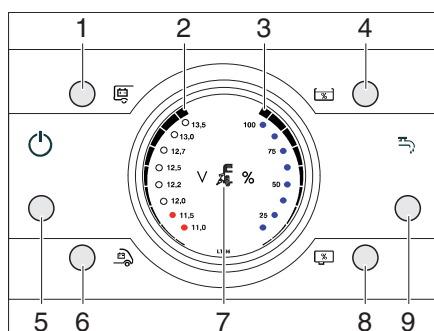

Fig. 261 Pannello di controllo LT 96
La spia di controllo 230 V (Fig. 261,7) si accende quando all'ingresso della centralina elettrica è presente una tensione di rete.
L'interruttore principale 12 V (Fig. 261,1) inserisce o disinserisce il pannello di controllo e l'alimentazione a 12 V dell'abitacolo.
Accensione: ■ Premere brevemente il tasto interruttore principale 12 V (Fig. 261,1). L'alimentazione a 12 V dell'abitacolo è inserita. Il LED di controllo si accende.
Spegnimento: ■ Premere brevemente il tasto interruttore principale 12 V (Fig. 261,1). L'alimentazione a 12 V dell'abitacolo è disinserita. Il LED di controllo si spegne.
Con i tasti della batteria dell'abitacolo (Fig. 261,1) e della batteria di avviamento (Fig. 261,6) si visualizza lo stato di carica delle batterie.
- Premere il tasto della batteria dell'abitacolo (Fig. 261,1).
Viene indicata la carica della batteria (Fig. 261,2).
- Premere il tasto della batteria di avviamento (Fig. 261,6).
Con i tasti livello di riempimento serbatoio dell'acqua (Fig. 261,4) e livello di riempimento serbatoio delle acque grigie (Fig. 261,8) si visualizzano la quantità d'acqua e la quantità di acque grigie.
- Premere il tasto livello di riempimento serbatoio dell'acqua (Fig. 261,4). Viene indicato il livello del serbatoio dell'acqua (Fig. 261,3).
- Premere il tasto livello di riempimento serbatoio delle acque grigie (Fig. 261,8). Viene indicato il livello del serbatoio delle acque grigie (Fig. 261,3).
Con il tasto pompa dell'acqua ON / OFF (Fig. 261,9) si può attivare o disattivare la pompa dell'acqua. La reale accensione della pompa dell'acqua avviene quando si apre un rubinetto dell'acqua con pompa dell'acqua attivata. Se è disattivata, la pompa dell'acqua rimane spenta anche se si apre un rubinetto dell'acqua.
- Premere brevemente il tasto pompa dell'acqua ON / OFF (Fig. 261,9). La pompa dell'acqua si attiva. Il LED si accende.
- Premere brevemente il tasto pompa dell'acqua ON / OFF (Fig. 261,9). La pompa dell'acqua si disattiva. Il LED si spegne.
Il LED "11,0 V" nell'indicatore (Fig. 261,2) inizia a lampeggiare non appena la tensione della batteria scende al di sotto di 11 V (misurazione durante il normale esercizio), con conseguente rischio che la batteria si scarichi totalmente.